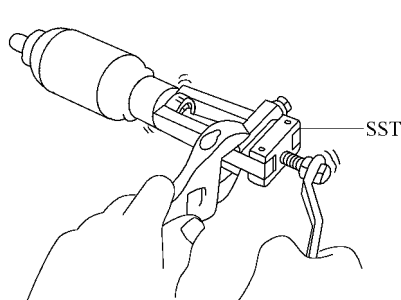

图 6-21 用特种维修工具拆下轴承
1) 使用特种维修工具 (工具号 09286~46011) 拆下轴承，如图 6-21 所示。